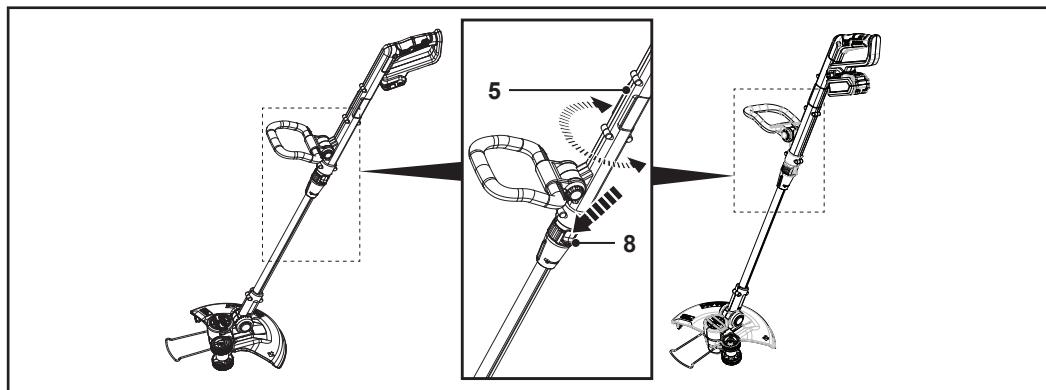

Fig. 7
1. Pousser le verrou de réglage de l'angle (8) vers le bas (Fig. 7).
2. Tourner la perche supérieure (5) de 90° (Fig. 7).
3. Relâcher le verrou de réglage de l'angle (8).
4. S'assurer que la perche supérieure (5) est bien verrouillée.